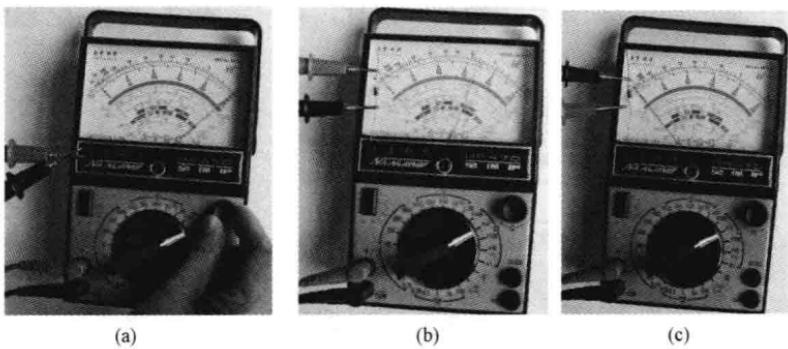

图 2-9 检测二极管的好坏
(1) 将万用表置于电阻挡的 $R \times 1k$ 或 $R \times 100$ 挡, 进行欧姆调零, 如图 2-9 (a) 所示。
(2) 用万用表的红、黑两表笔分别接到二极管的两端进行测量, 观察指针读数, 如图 2-9 (b) 所示。
(3) 将红、黑表笔对调, 再分别接到二极管的两端进行测量, 观察指针读数, 如图 2-9 (c) 所示。